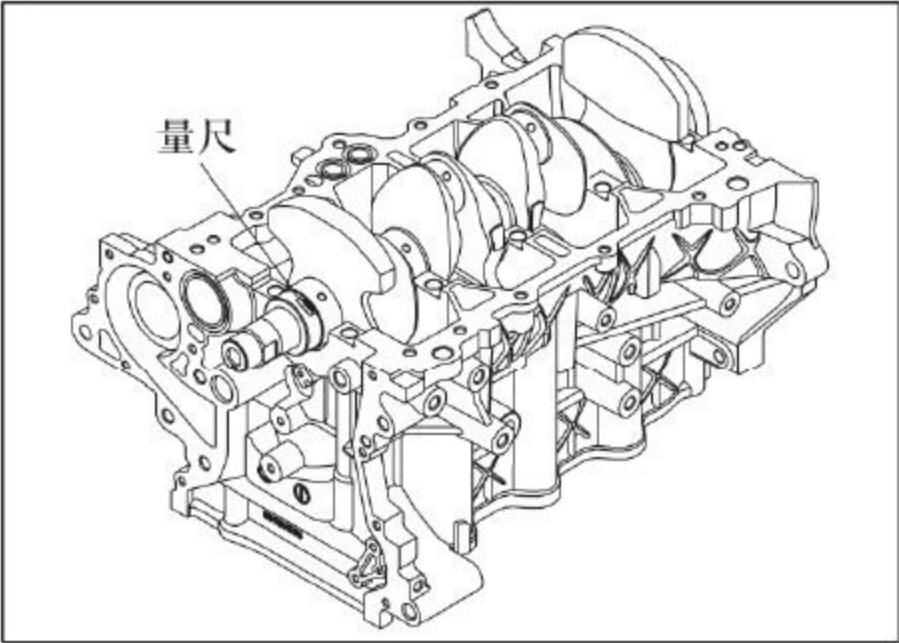

图12-3-11 测量主轴颈油膜间隙值
- f. 用塑料线间隙规包装袋上印有的量尺，测量被压扁的塑料线的最宽部位的宽度，得出间隙值，如图12-3-11所示。